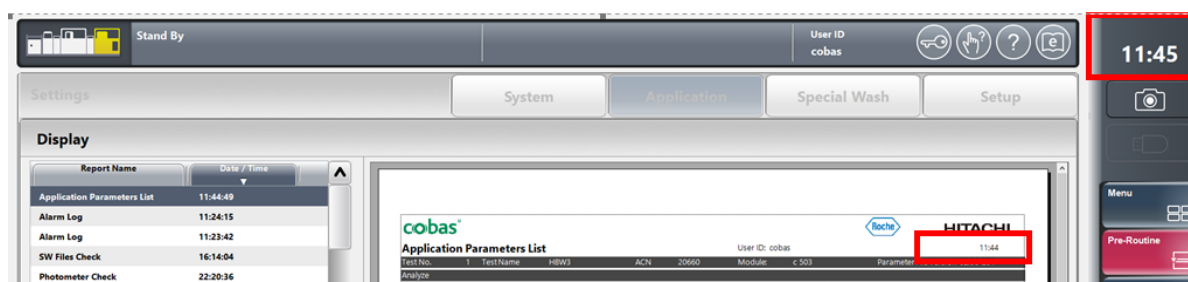

Figura 3. La data non viene visualizzata nei rettangoli rossi.
3. La data non viene visualizzata nei rettangoli rossi (figura 3).
Controllare se la data viene visualizzata nei rettangoli rossi (figura 3) prima di fare clic sul pulsante Start o, come minimo, una volta al giorno. Quando la data non viene visualizzata, significa che lo strumento in uso potrebbe essere interessato dalla limitazione del software.